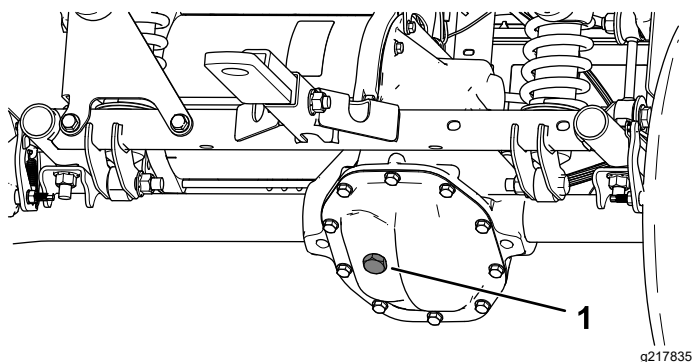

Рисунок 49
4. Снимите пробку заливного отверстия в коробке передач (Рисунок 49).
5. Если уровень жидкости низкий, снимите пробку заливного отверстия и доливайте жидкость указанного типа до тех пор, пока она не начнет вытекать из отверстия (Рисунок 49).
4. Отверните крышку заливного отверстия в коробке передач и залейте в коробку передач жидкость указанного типа до тех пор, пока она не начнет вытекать из заливного отверстия (Рисунок 49).